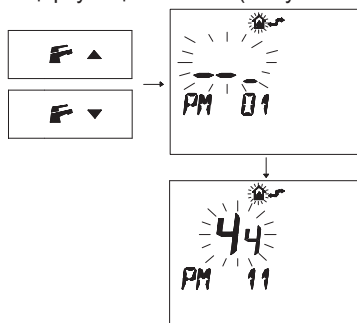

Рисунок 5.62
- Нажмите кнопки **F** **▲** или **F** **▲**, чтобы вывести на дисплей параметр **PM11** пост-циркуляции насоса (Рисунок 5.62).